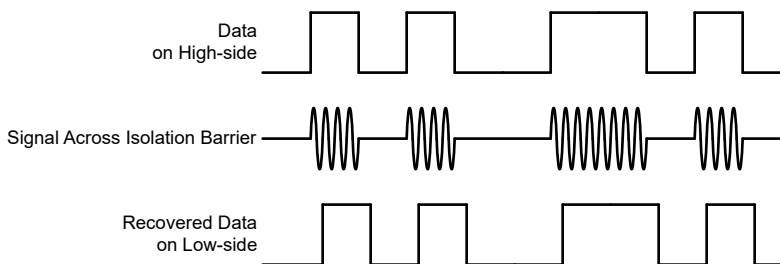

図 6-4. OOK ベースの変調方式
AMC22C12 は、SiO₂ ベースの絶縁バリア越しにコンパレータの出力状態を送信するため、図 6-4 に示すオン / オフ キーイング (OOK) 変調方式を採用しています。「機能ブロック図」に示す送信ドライバ (TX) は、デジタル 1 を表すために内部で生成された高周波キャリアを絶縁バリア越しに送信します。デジタル 0 を表す信号は送りません。